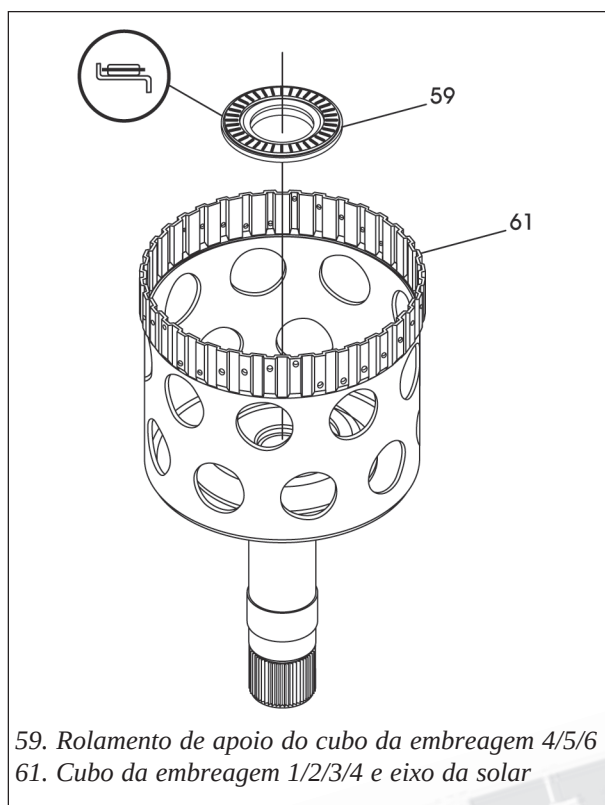

Figura 120
3. Instale o rolamento de apoio do cubo da embreagem 4/5/6 conforme mostra a figura 120, fixando-o com uma pequena quantidade de vaselina neutra.